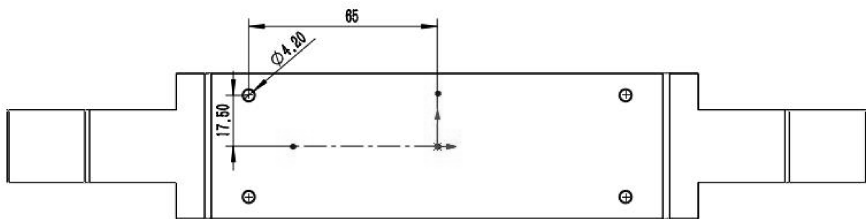

图 6-54 绘制安装孔草图
- 09 绘制安装孔草图。在【草图】选项卡中单击【草图绘制】按钮，选择钣金底面为草图平面，以捕捉中点的方式创建水平和竖直中心线，单击【圆】按钮，绘制圆，并镜像形成4个圆，标注其直径为4.2mm，标注其水平和竖直间距分别为65mm、17.5mm，如图6-54所示。